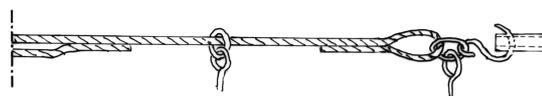
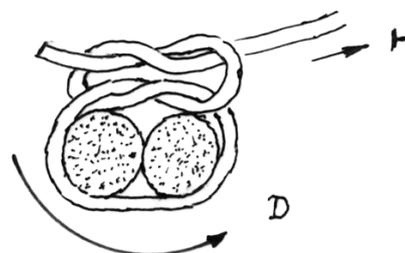

Abb. 2: Brooktau auf Wickelmaschine
Abb. 3: Kreuzknoten zum Drehbeginn.
- Die Haltewicklungen frei Hand durchzuführen, erfordert so viel Einsatz, daß dabei die Freude verloren geht. Greifen wir also auf unsere gute alte Wickelmaschine zurück. Zur Aufspannung werden in diesem Fall ein Haken und auf der anderen Seite ein Haken mit Verlängerungsschnur eingesetzt (Abb. 2). Um bei dem kurzen Tau unschöne Verknotungen zu vermeiden, sollte man einen Kreuzknoten anschlagen. Wenn man das Fadenende aufweicht, hält die erste Schlaufe so lange, bis die zweite geschlagen ist. Das Wicklungsende wird wie gehabt mit Sekundenkleber festgelegt. Um einen unschönen Aufbau zu vermeiden, ist die Wickelrichtung zu beachten (Abb. 3).